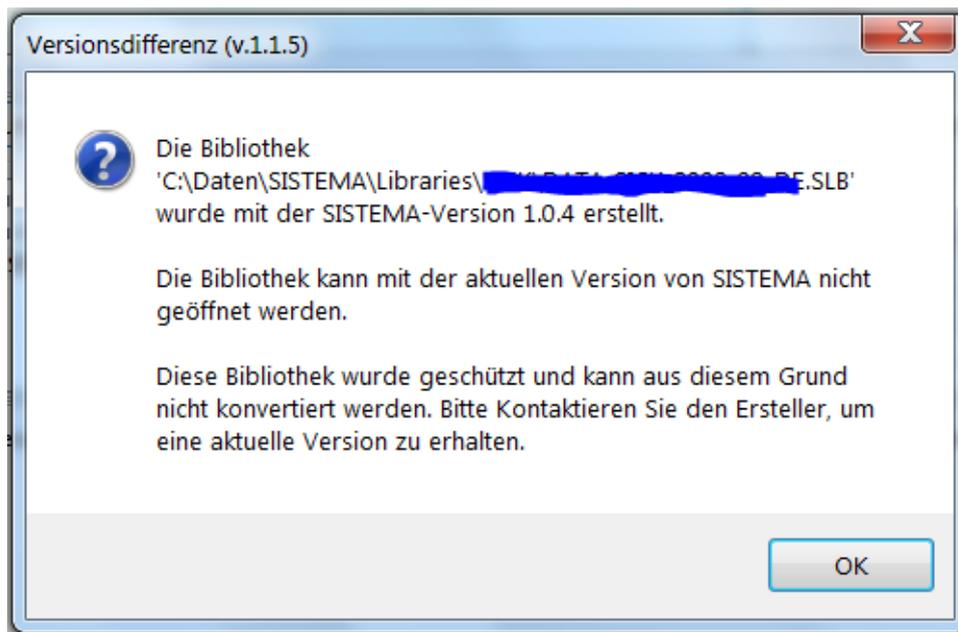

Abbildung 22: Hinweis Versionsdifferenz: Bibliothek inkompatibel mit Programm
- Die Bibliothek wurde mit einer wesentlich älteren Version (z. B. 1.0.4) als das Programm (z. B. 1.1.5) erstellt, die Datenbankdefinitionen sind nicht kompatibel (führende oder mittlere Versionsnummer ungleich). Es erscheint ein Hinweis, dass eine aktuelle Bibliothek zu beschaffen ist (Abbildung 22). Die Bibliothek wird nicht geladen.